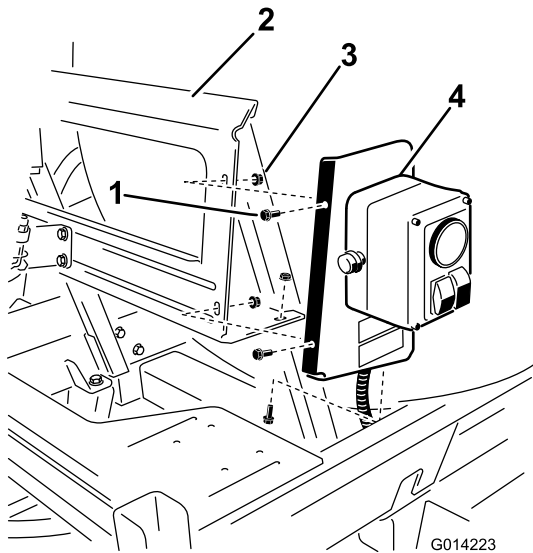

图6
2. 如图6所示，用3个螺栓（1/4 x 5/8 英寸）和3个锁紧螺母（1/4 英寸）将总成安装到安装支架上。